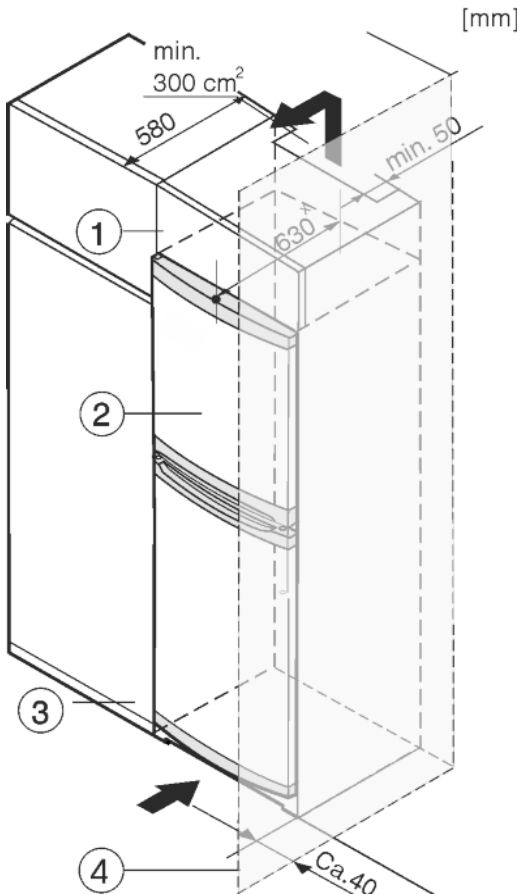

Fig. 7
- (1) Pealepandav kapp (3) Köögikapp
(2) Seade (4) Sein
Seadet on võimalik köögikappidega ümbritseada. Kohandamiseks seadet Fig. 7 (2) köögitasapinna kõrgusele, saab seadme kohale paigaldada pealiskapi Fig. 7 (1).
Köögikappidesse sisseehitamisel (sügavus max 580 mm) võib seadme vahetult köögikapi Fig. 7 (3) kõrvale üles panna. Seade ulatub 34 mm * ja seadme keskoht 50 mm * köögikapi esiküljest ettepoole.
Kui seade paigaldatakse šarniiridega seinale Fig. 7 (4) lähedale, siis peab seadme ja seina vahele jääma vähemalt 40 mm. See vastab käepideme üleulatusele avatud ukse korral.